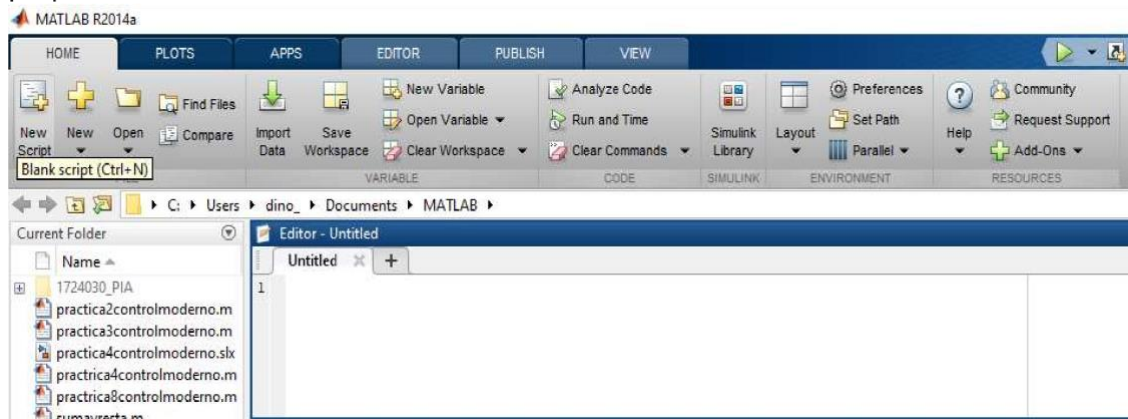

Figura 1.- Opción a seleccionar para crear un nuevo script en MATLAB.
- 2) Una vez en la pantalla de inicio de MATLAB es necesario seleccionar en la barra de herramientas **Home** → **New** → **Script**, tal como muestra la figura 1, con lo que se abre un editor de texto, dentro del cual será necesario escribir el código proporcionado.